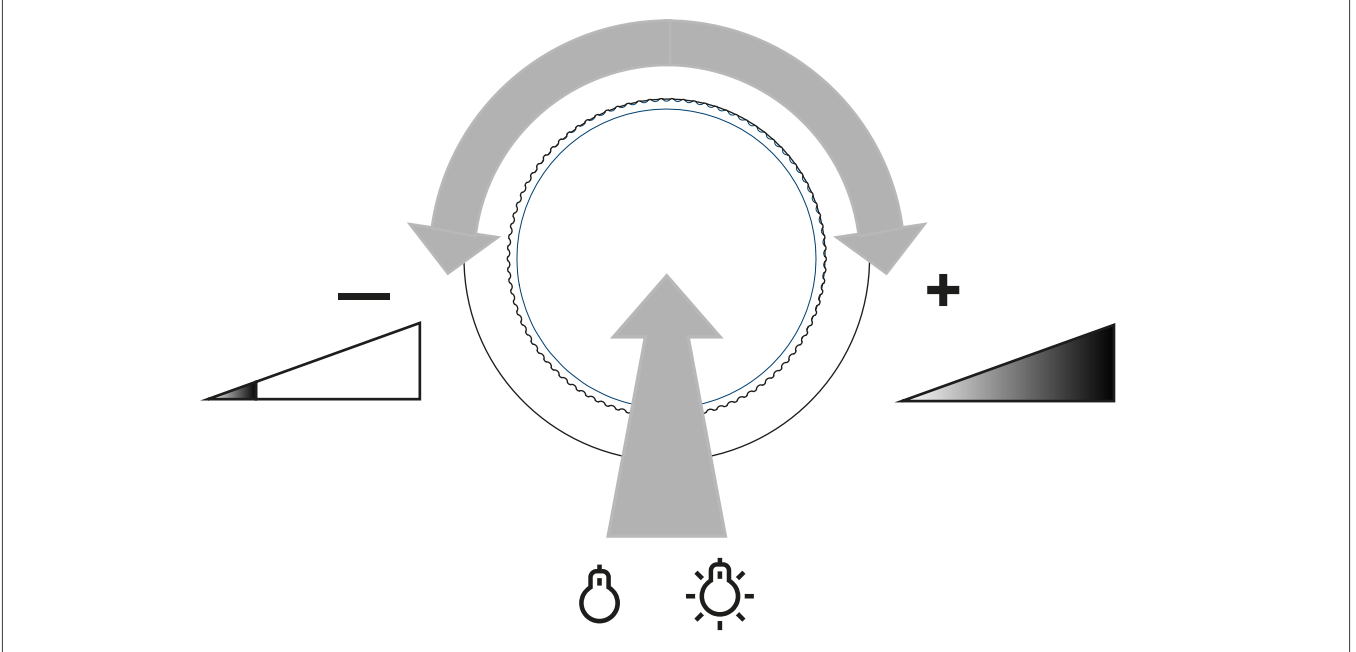

Fig. 1 : Allumez la lumière ou réglez la luminosité
- Bouton de commande sur appui court : La lumière s'allume ou s'éteint (figure 1).
- Tournez rapidement le bouton de commande : La luminosité change rapidement (figure 1).
- Tournez lentement le bouton de commande : La luminosité change lentement (figure 1).